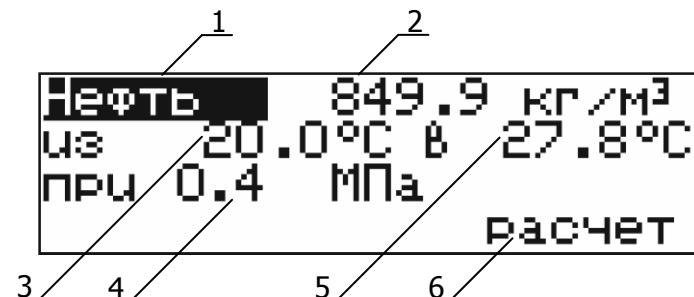

Рисунок 14 — Параметры для расчета приведенной плотности
- последовательно устанавливая кнопками \uparrow , \downarrow указатель (темный фон) в позиции 1–5 (рисунок 14), поочередно ввести параметры для расчета приведенной плотности. Для входа в редактирование параметра нажать **ENTER**. Цифровыми кнопками (рисунок 2) ввести новое значение. Неверно введенный символ можно забыть кнопкой \uparrow . Ввод отрицательного значения начать с нажатия кнопки • (точка);